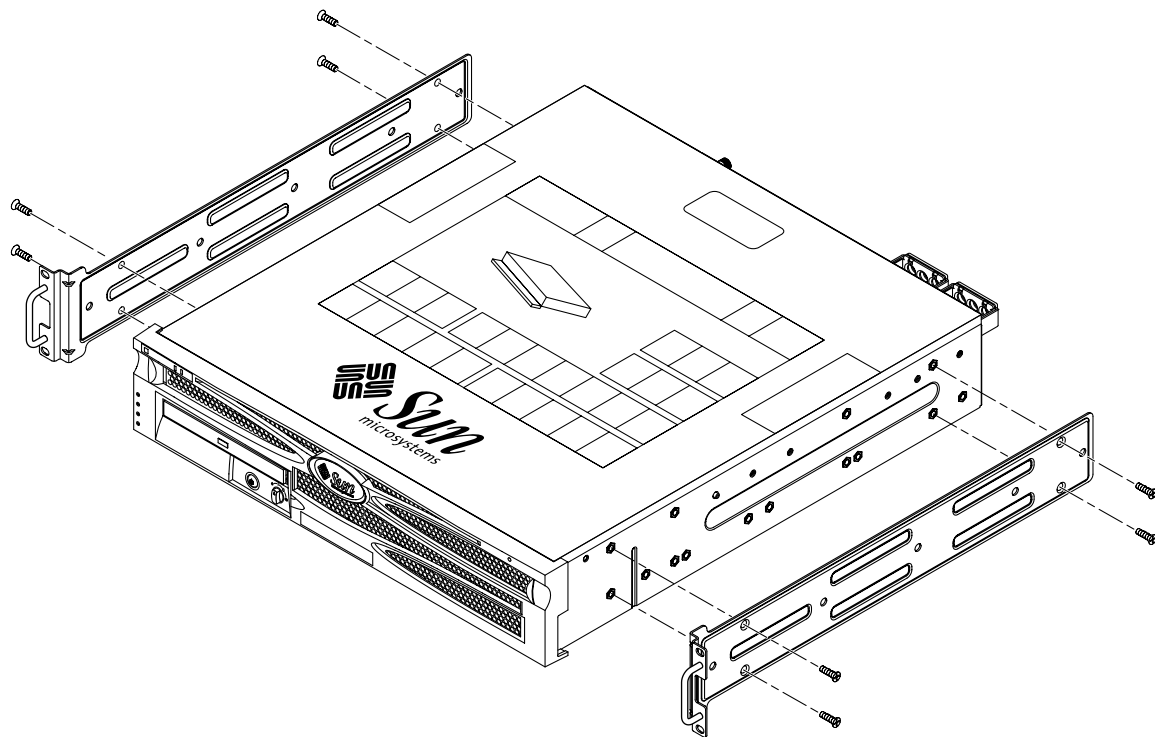

BILD 3-7 Skruva fast monteringskenorna på servern
2. Använd åtta av de medföljande M5 × 8 mm flata stjärnskruvarna (fyra skruvar för varje monteringskena) och skruva fast monteringskenorna på serverns sidor (BILD 3-7).